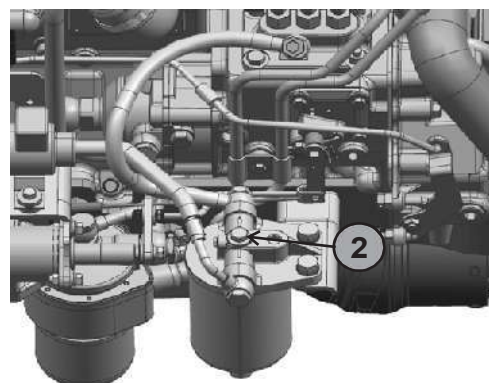

Рис. 5.4b
3. Для двигателя ІТL ослабьте болт (2) сверху топливного фильтра, и снимите топливный фильтр, см. рисунок 5.4b.
См. рис. 5.4b, d для модели 26.